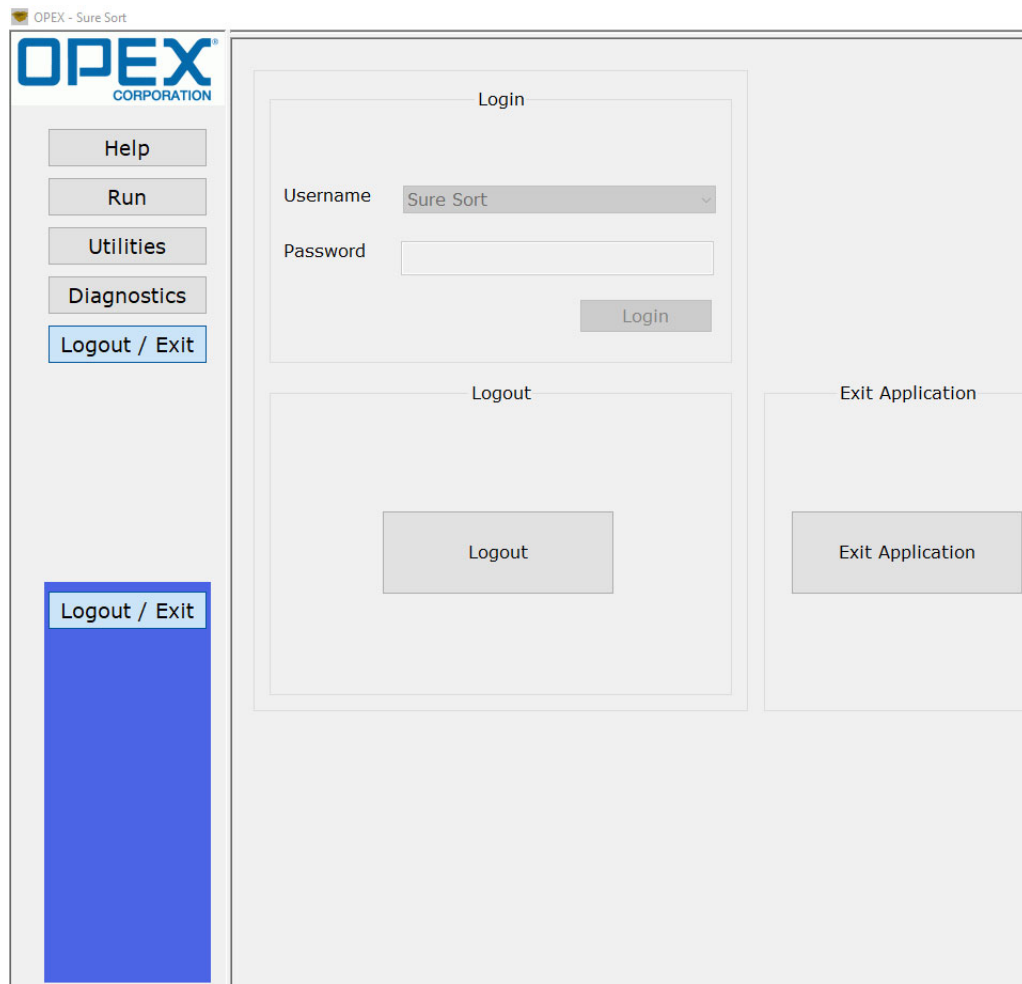

図 4-43: ホストソフトウェアインターフェイスウィンドウ
3. ホストソフトウェアインターフェイスウィンドウが表示されます (151 ページの図 4-43 を参照)。